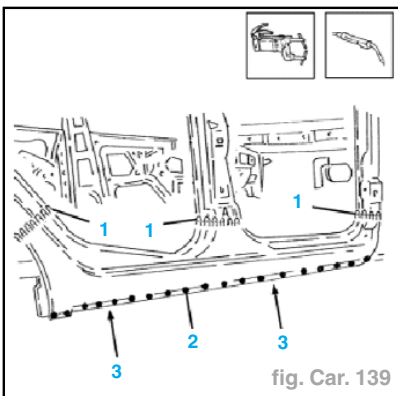

fig. Car. 139
- Effectuer les découpes par superposition dans les trois zones indiquées dans l'illustration (2).
- Souder le revêtement à fil continu sur les bords découpés (1) (fig. Car. 139).